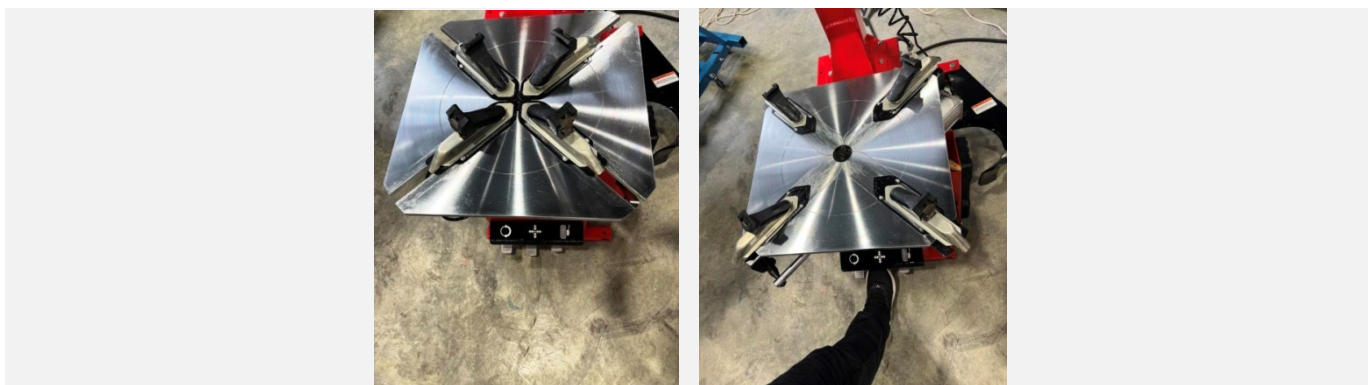

Рисунок 27
- Максимально развести зажимные кулачки, нажав педаль управления зажимными кулачками (см. Рисунок 27).